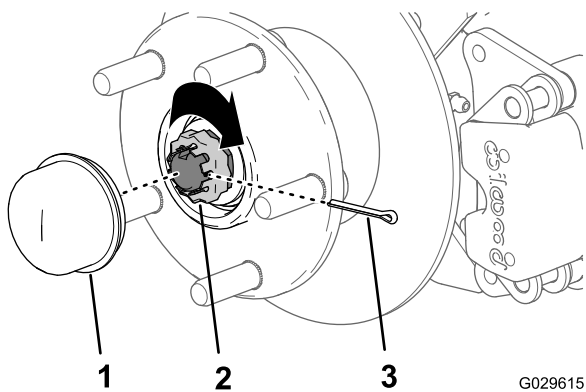

Рисунок 34
8. Установите держатель поверх гайки и проверьте совмещение паза в держателе с отверстием в шпинделе под шплинт (Рисунок 34).
9. Установите шплинт и загните обе лапки вокруг держателя (Рисунок 34).
10. Установите пылезащитную крышку на ступицу (Рисунок 34).